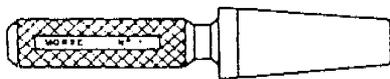

Figura 1
- Calibradores cónicos para agujerar también llamados calibres cónicos - machos ( Figura 1 ).